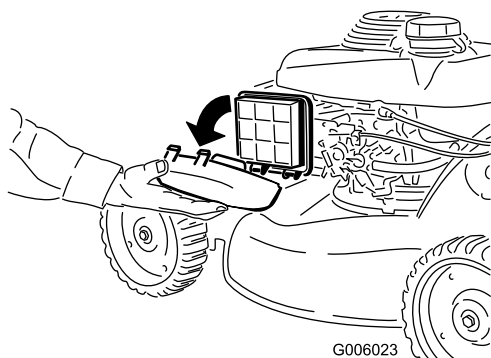

Figura 38
2. Aprite il coperchio (Figura 38).